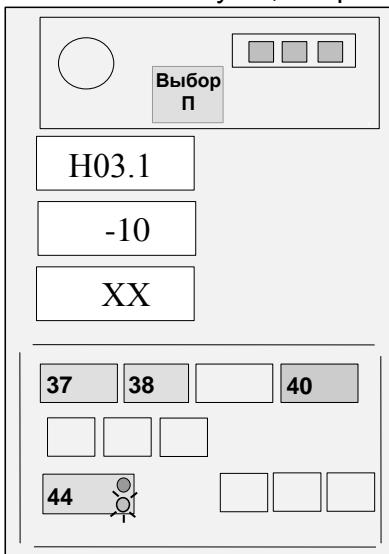

Рисунок 15- Ввод температуры
Если величина измеренной температуры воздуха отличается от выдаваемой на средний ИЖЦ более чем на  $\pm 3$  °С, нажатием кнопки 44 установить на верхнем ИЖЦ код "Н03.1", а затем, нажимая кнопки "+" (41) и "-" (42), установить, контролируя по показаниям среднего ИЖЦ, значение температуры, равное показаниям термометра (см. рисунок 15).